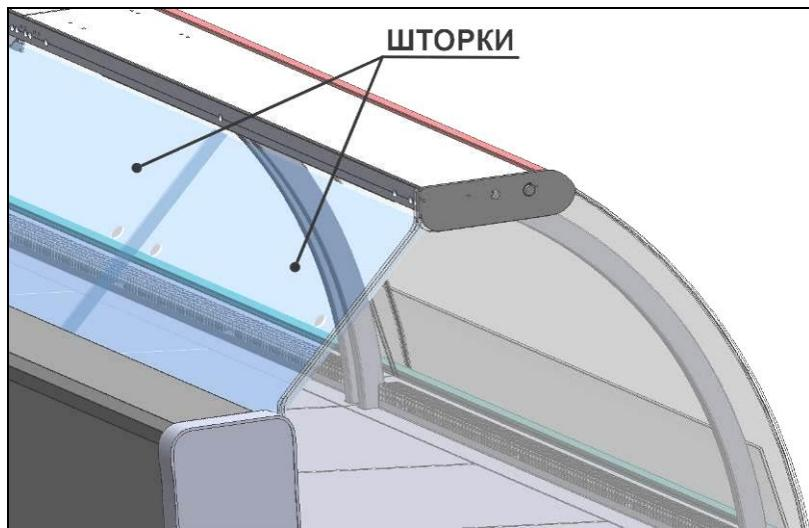

рис. 11
9. Установить между столешницей и суперструктурой раздвижные шторки. Вставить верхний край шторок в направляющие профиля светильника, а нижний край в Ш-образный профиль, закрепленный на столешнице (рис. 11).